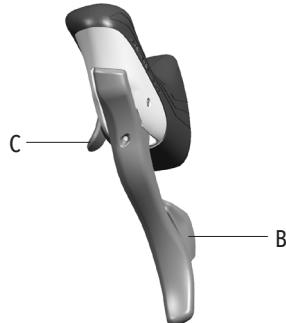

Fig.13
- La palanca B (Fig. 13) del mando izquierdo acciona el desviador y permite que la cadena suba al engranaje superior.
- La palanca C (Fig. 13) acciona el desviador haciendo descender la cadena sobre el engranaje inferior.